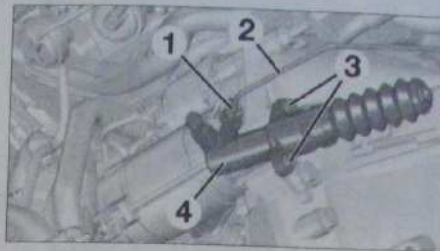

Fig. 11
- Déverrouiller l'agrafe (1) sans la déposer (Fig. 11).
- Désaccoupler le tuyau hydraulique (2).
- les 2 vis (3),
- le cylindre récepteur (4).